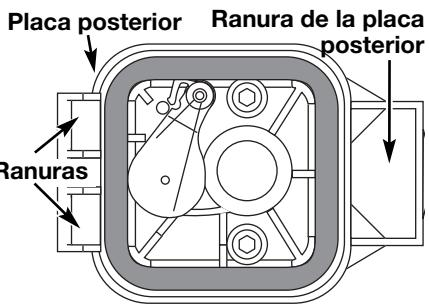

Fig. 36
- Vuelva a colocar el filtro (Fig. 36).
- Vuelva a instalar la cubierta del filtro de aire. Coloque los ganchos del lado izquierdo de la cubierta del filtro de aire en las ranuras del lado izquierdo de la placa posterior (Fig. 36).